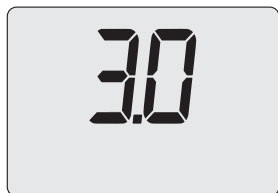

Figura 9.28
- Utilizzando i tasti 16 o 17 (Figura 9.19) è possibile modificare il valore del parametro A54 (Figura 9.28).